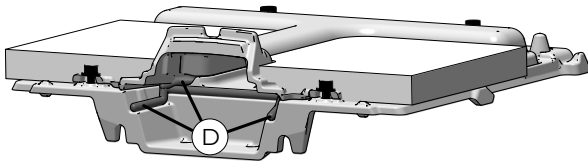

Fig. 7.12
| 7 | Verser le nouveau ciment (D) dans la rainure (Fig. 7.12) |